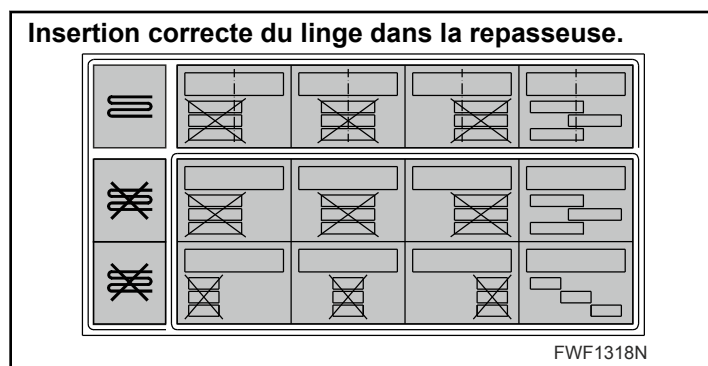

Figure 1
- Si vous repassez souvent du linge plus étroit que la largeur d'insertion de la machine, nous vous conseillons d'éviter le centre du cylindre de repassage à plusieurs reprises toutes les cinq minutes et d'alterner entre le bord droit et le bord gauche de la table d'insertion. Cela refroidira les bords du cylindre de repassage, surchauffés par le linge repassé. Voir *Figure 1*, *Figure 2*.